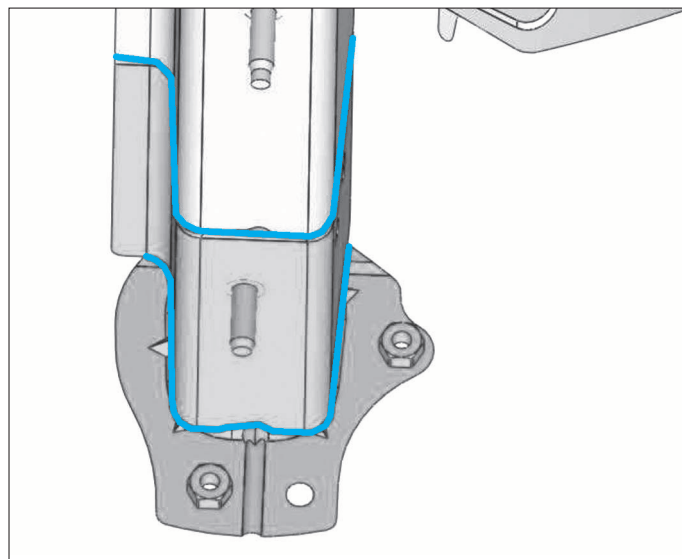

FIG. 138
- Appliquer un mastic sur les lignes (1) pour l'étanchéité (Fig.138).